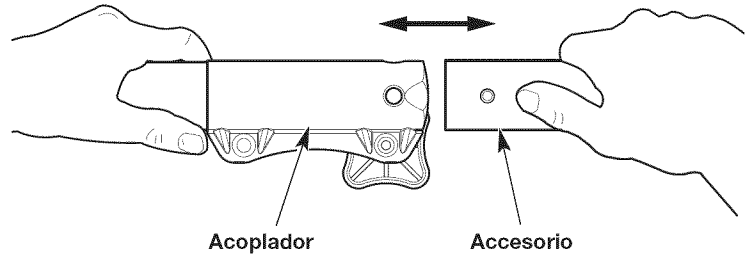
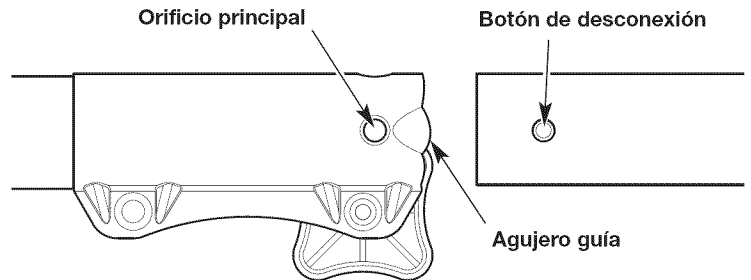

Fig. 4
Fig. 6
4. Alinee el botón de liberación con el embutimiento de la guía (Fig. 6).
5. Presione el accesorio directamente dentro del acoplador (Fig. 4) hasta que el botón de liberación encaje a presión firme del orificio principal (Fig. 6).
3. Oprima y mantenga apretado el botón de liberación (Fig. 6).
4. Tire del accesorio directamente hacia fuera del acoplador (Fig. 4).